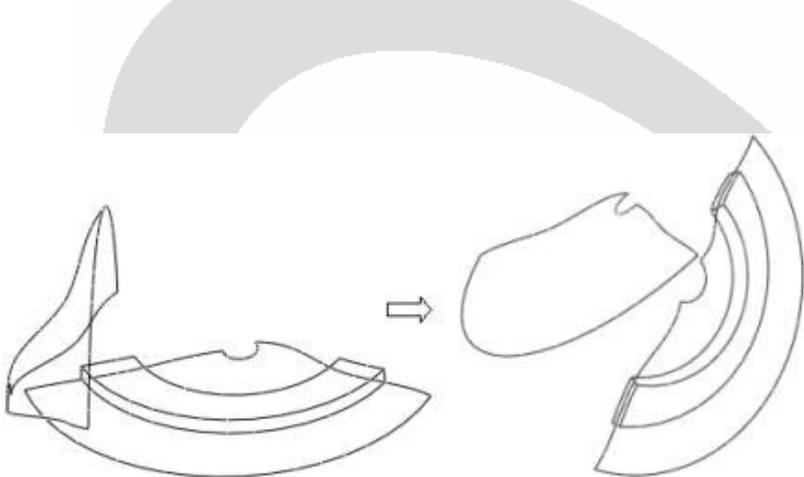
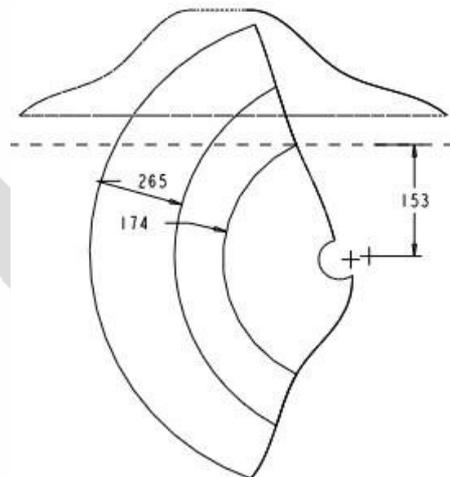

图 13-13 练习 13-11 操作示意图
图 13-14 练习 13-11 参考尺寸
【练习 13-11】： 打开附盘“\ch13\13-11.prt”文件，使用【折弯实体】命令完成如图 13-13 所示的模型，相关尺寸参见图 13-14 所示。
1. 在展平平面上建立拉伸实体特征，如图 13-13 右图所示。